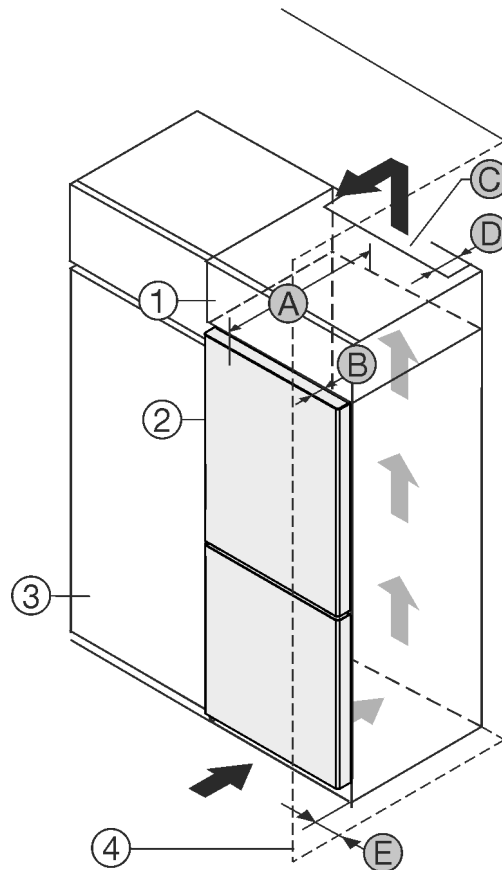

Fig. 1
- (1) Aufsatzschrank
- (2) Gerät
- (3) Küchenschrank
- (4) Wand
- (A) Gerätetiefe
- (B) Türtiefe
- (C) Belüftungsquerschnitt
- (D) Abstand Geräte-Rückseite
- (E) Abstand zur Geräte-Seite
Sie können das Gerät direkt neben dem Küchenschrank Fig. 1 (3) aufstellen.
An der Rückseite des Aufsatzschrankes muss ein Abluftschacht mit der Tiefe Fig. 1 (D) über die gesamte Aufsatzschrankbreite vorhanden sein.
Unter der Raumdecke muss der Entlüftungsquerschnitt Fig. 1 (C) eingehalten werden.
Wenn Sie das Gerät mit den Scharnieren neben einer Wand Fig. 1 (4) aufstellen, dann muss der Abstand zwischen Gerät und Wand mindestens 13 mm betragen.
Wenn Sie das Gerät mit den Scharnieren neben einer Wand *Fig. 1 (4)* aufstellen, dann muss der Abstand zwischen Gerät und Wand mindestens 20 mm betragen.
Damit Sie die Tür vollständig öffnen können, muss das Gerät um die Türtiefe *Fig. 1 (B)* gegenüber der Küchenschränkfront vorstehen. Abhängig von der Tiefe der Küchenschränke *Fig. 1 (3)* und Verwendung von Wandabstandshaltern kann das Gerät weiter herausragen.